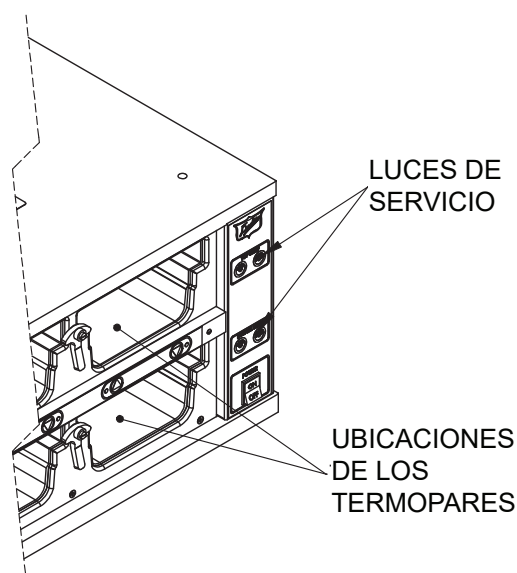

Figura 3
La luz de servicio está ubicada en la parte delantera del control junto a la luz de calentamiento (vea la Figura 3). Proporciona una indicación para alertar al operador de fallas en el circuito del calentador. Cuando se encienda una luz de servicio, no se debe usar el estante afectado hasta que la causa de la falla sea corregida por un técnico de servicio capacitado. Las condiciones de falla que pueden hacer que el control encienda la luz de servicio son las siguientes:
4. Coloque la sonda de temperatura de la superficie en el fondo de la primera cavidad, en el centro geométrico. La primera cavidad es la más cercana al tablero de control (vea la Figura 3). Asegúrese de que la sonda haga buen contacto con la superficie mientras se toman las lecturas.